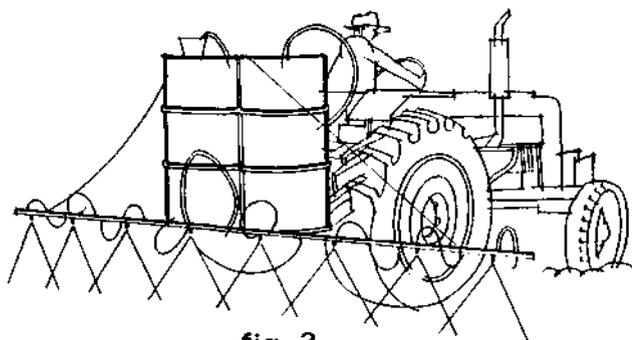

fig. 3
- b) Regule a distancia entre os bicos de tal forma que as pontas dos jatos de pulverização de herbicida se encontrem no chão (fig. 3).